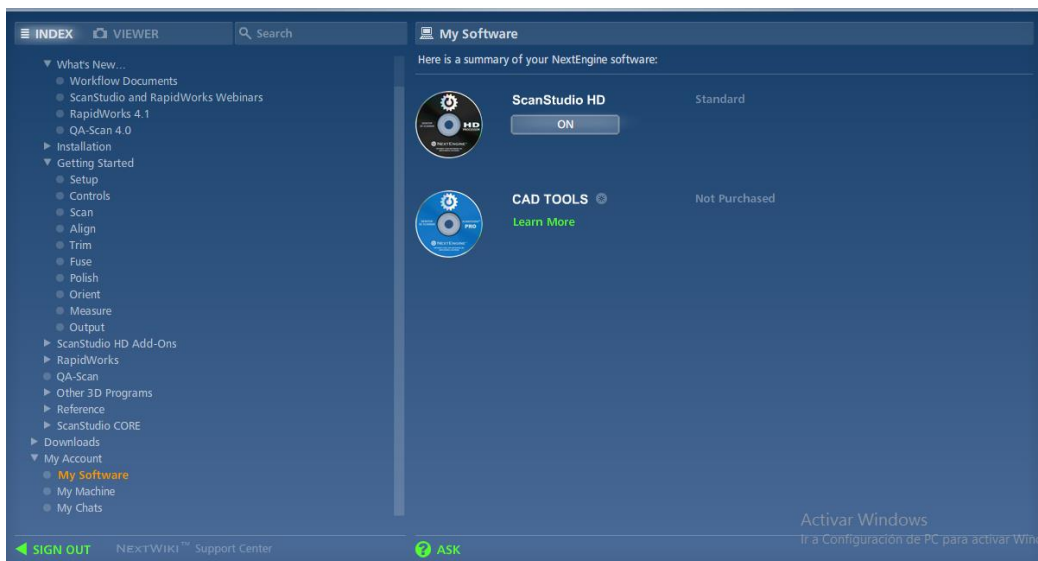

Figura 14. Activación del software ScanStudio.
14. Una vez se haya escrito el correo y la contraseña se muestra una ventana ver Figura 14, en donde se observa el software **ScanStudio HD** que está activado (ON) y listo para trabajar.